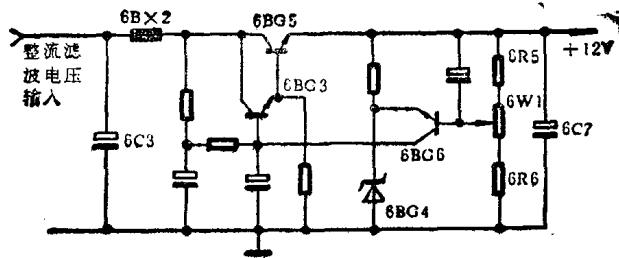

图 1-3
3. 检查稳压电源电路。对稳压电源电路中的取样放大管和推动管进行检查(相关电路见图1-3所示)，两只晶体管均未损坏；又检查输出电压取样电路中的可调电阻器6W1，结果发现其内部有接触不良现象。当旋动该电位器时，其滑动点与定接点经常呈接触不良状，由此表明，该电位器已经损坏。因手头一时无这种 $680\Omega$ 电位器，改用一只 $1.5k\Omega$ 的电位器代用后，故障排除。